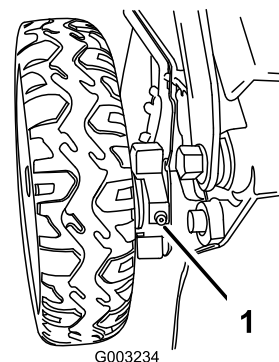

Figure 41
1. Essuyez les graisseurs situés juste à l'intérieur des roues arrière avec un chiffon propre (Figure 41).